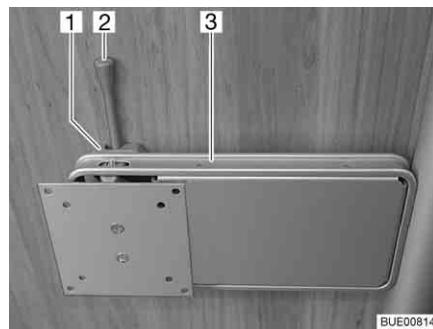

Bild 52 Fäste på pelare
- Tryck låsspaken (Bild 52,2) åt sidan och sväng fästet (Bild 52,3) med den platta bildskärmen till önskat läge.
- Vrid tillbaka den platta bildskärmen tills fästet (Bild 52,3) hakar fast i låset (Bild 52,1).